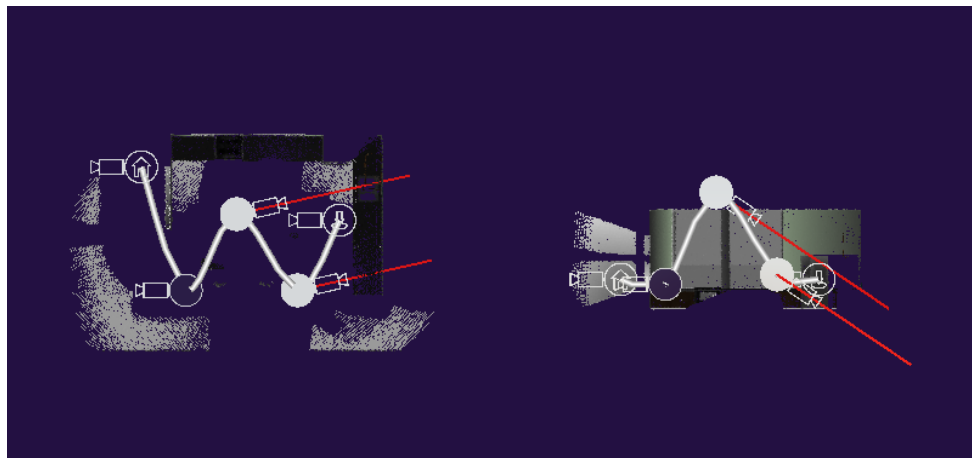

Figura 35. Bloqueo de la dirección de una cámara
- **Direccional:** cualquier toque en la pantalla cambia la dirección del gimbal para todos los PC seleccionados. Ver Figura 35.